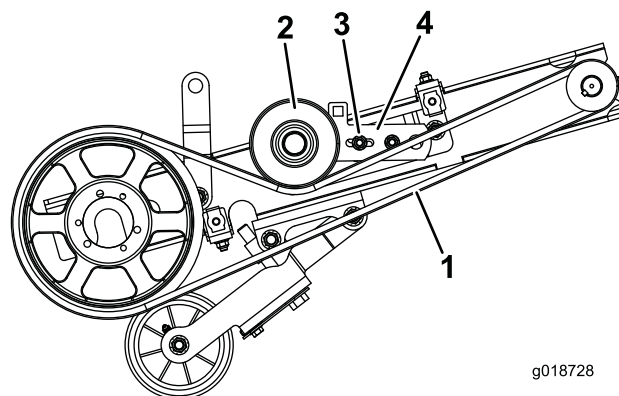

Figura 24
1. Rimuovete il dado e il bullone che fissano la staffa della puleggia tendicinghia (bullone nel foro ad asola della staffa) alla staffa di regolazione della tensione (Figura 24).
4. Rimuovere il paracinghia inferiore e la cinghia di azionamento del cilindro (Figura 24).